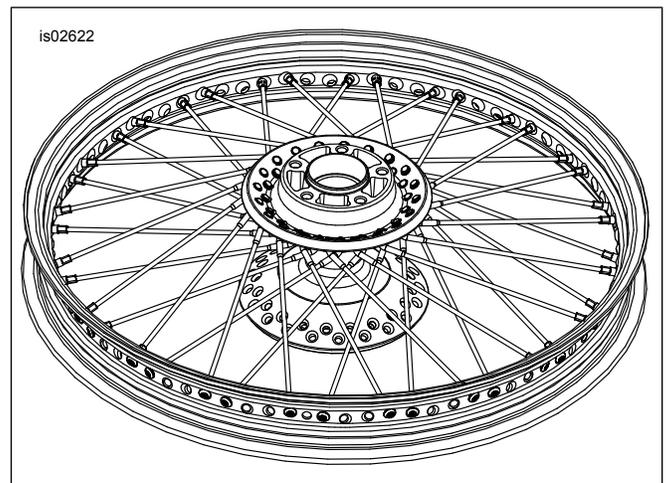

Abbildung 6. Innere Speichen einbauen (21-Zoll-Rad abgebildet)
5. Siehe Abbildung 6. Die erste Speiche der **inneren** Reihe in die Nabe einsetzen. Die Speiche gegen den Uhrzeigersinn anwinkeln, so dass sie **vier** äußere Speichen kreuzt. Die Speichennippel lose zusammenbauen.